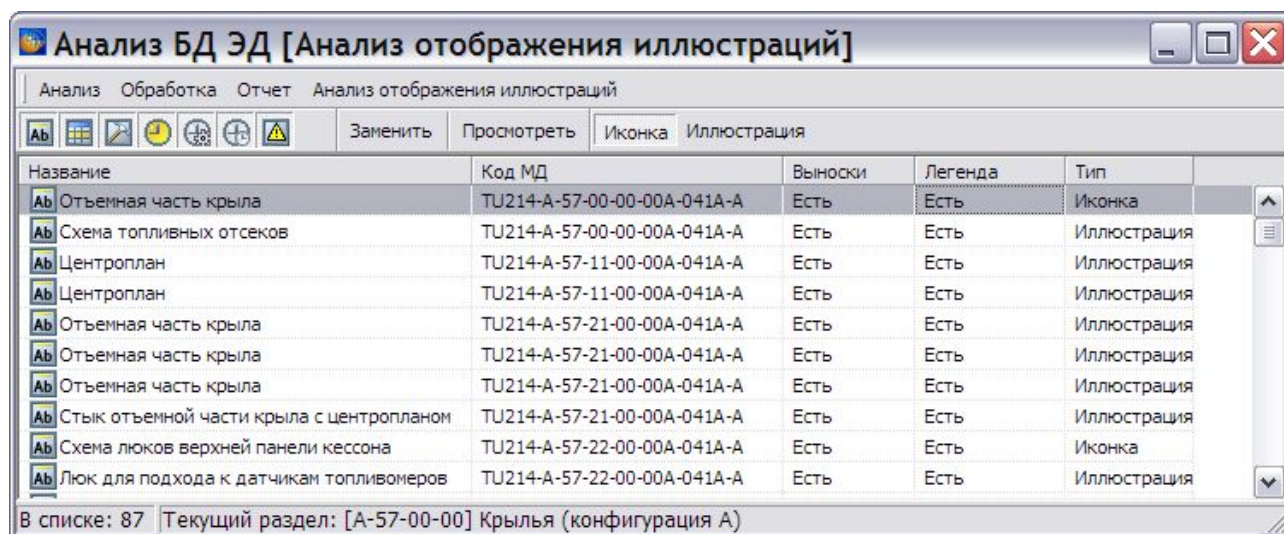

Рис. 8.201
4. В окне **Анализ** нажмите на кнопку **Применить**. В окне **Анализ БД ЭД** появятся результаты анализа отображения иллюстраций (Рис. 8.201).